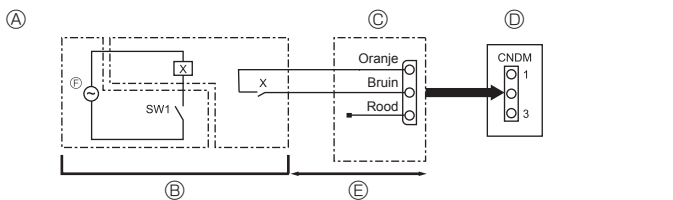

Fig. 9-1
9.1. Stille werking (wijziging ter plaatse) (Fig. 9-1)